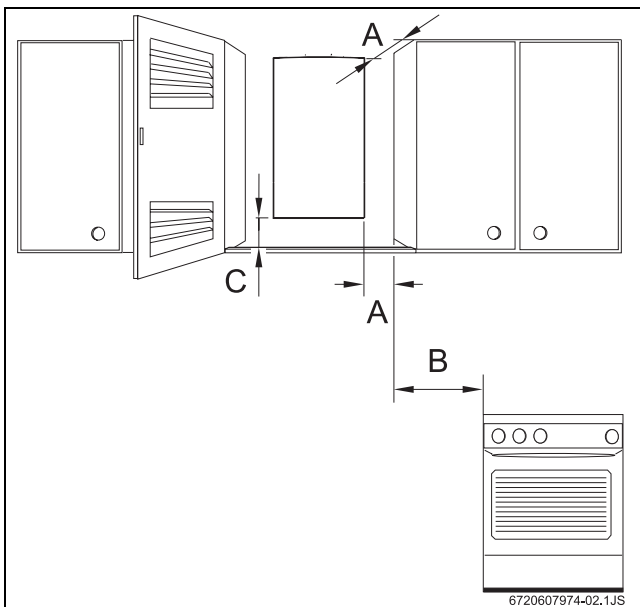

Рис. 7 Мінімальні відстані
- ▶ Забезпечити достатній доступ для монтажних та ремонтних робіт, згідно до відстаней, вказаних на Рис. 7.